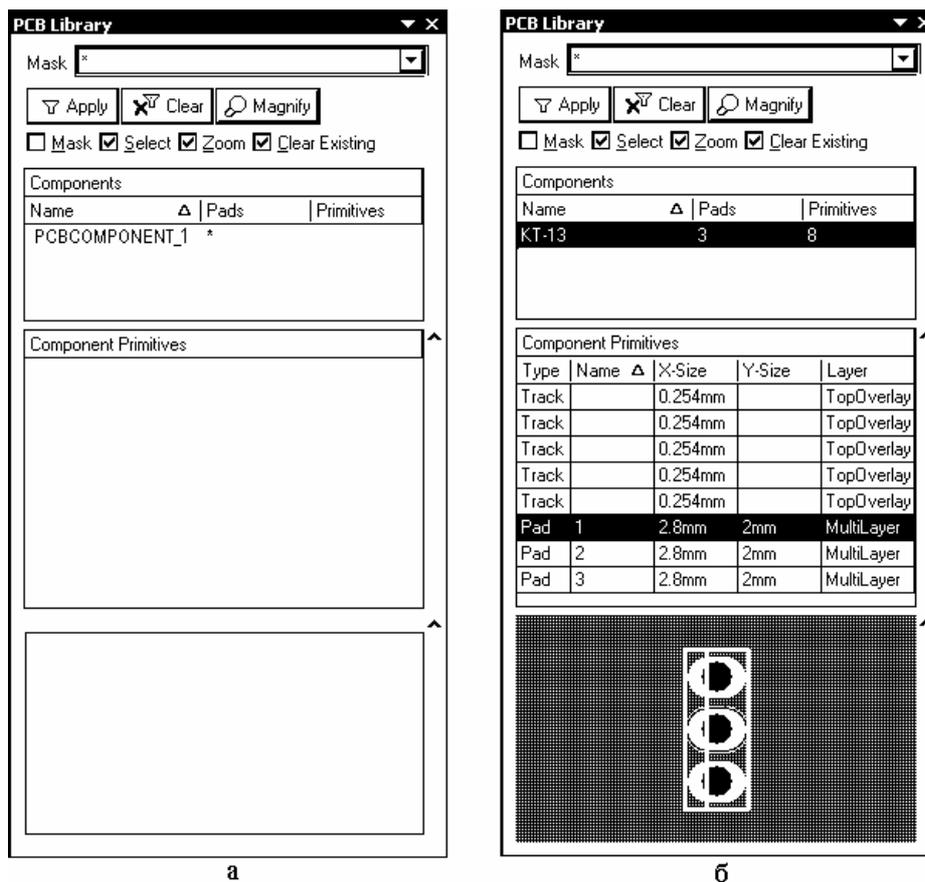

Рис. 3.10
3. Щелчком мыши на закладке PCB в строке статуса и выбором в выпадающем меню команды PCB Library активизировать плавающую панель редактирования ТПМ (рис. 3.10, а).
В поле Components окна, рис. 3.10, а, представлено имя нового, пустого, компонента PCBCOMPONENT_1.
5. Поля плавающей панели PCB Library заполняются информацией о геометрии и контактных площадках сформированного ТПМ (см. рис. 3.10, б). Сохранить окончательный результат формирования ТПМ компонента командой File>>Save.